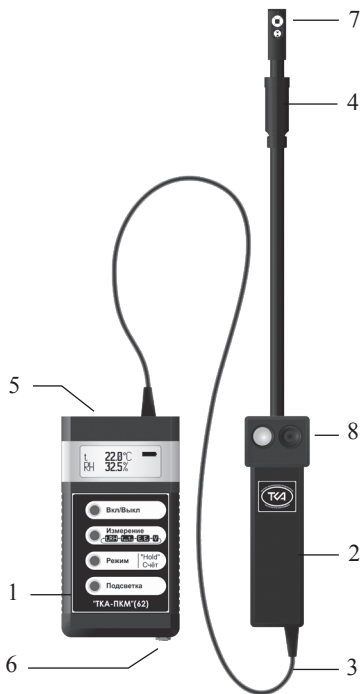

Рис.1 Внешний вид прибора “ТКА-ПКМ”(62)
5.1 Приборы комбинированные выпускаются в компактном портативном исполнении. Конструктивно прибор состоит из двух функциональных блоков: измерительной головки (ИГ) и блока обработки информации (БОИ), связанных между собой гибким многожильным кабелем (Рис.1).
Зонд с датчиками климатических параметров (RH, t, V) установлен на верхнем торце корпуса измерительной головки (7, Рис.1).
Для связи с ПК в приборе установлен разъём USB (опционально RS232) (5, на Рис.1).
6.4 Перед началом работы убедитесь в работоспособности элемента питания (аккумулятора). Если после включения прибора на дисплее появится надпись “РАЗРЯД БАТАРЕЙ!”, нужно зарядить аккумулятор, для чего следует подключить к прибору через разъём на корпусе (6, Рис.1) зарядное устройство и вставить его в сеть. Прибор необходимо выключить. Время заряда ~ 16 часов. Превышение времени заряда (до нескольких суток) не приводит к ухудшению работоспособности аккумулятора.
В случае измерения климатических параметров (RH, t, V) сдвиньте вниз защитный колпачок, поместите зонд с датчиками (7, Рис.1) в зону измерения. Считайте с дисплея измеренное
Проследите за тем, чтобы на входные окна фотоприемников (8, Рис.1) не падала тень от оператора, производящего измерения и от временно находящихся посторонних предметов.